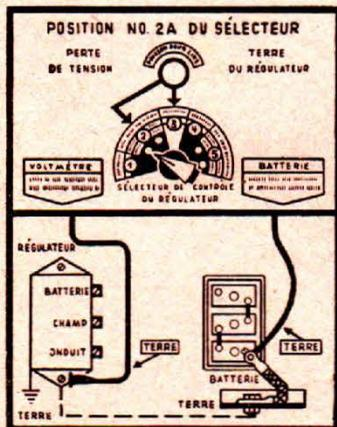

FIG. 5
**Pertes de tension dans le circuit dynamo-masse de la batterie (fig. 5).**